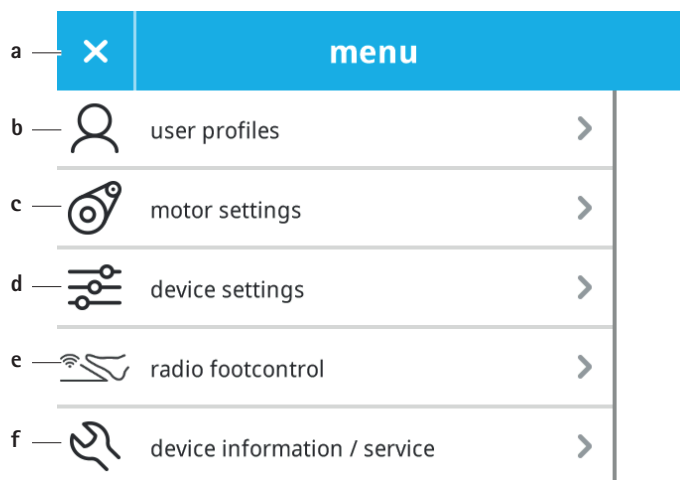

Fig. 8 Systemindstillingsmenu
- Hentning af systemindstillingsmenu: Aktivér tasten Systemindstillingsmenu **h**, se Kapitel Fig. 1. Systemindstillingsmenuen åbnes, se Fig. 8.